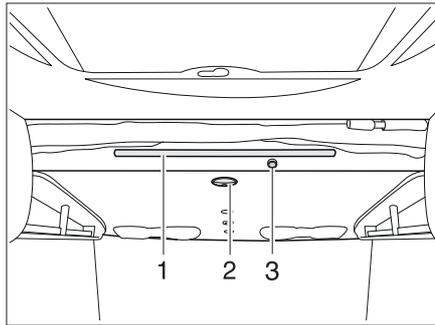
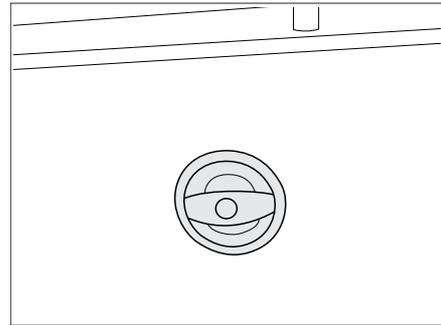

Bild 117 Hubbett manuell
Bild 118 Griff Hubbett
- Den schwarzen Griff (Bild 117,2 und Bild 118) an der Unterseite des Bettes drehen, um die Verriegelung zu lösen.
- Das Hubbett mit beiden Händen am Stangengriff (Bild 117,1) in einem Bogen nach unten ziehen, bis es hörbar einrastet.
- Den Knopf an der Vorderseite des Hubbettes (Bild 117,3) drücken, um den ausziehbaren Lattenrost zu entriegeln.
- Mit beiden Händen am Stangengriff (Bild 117,1) ziehen, um die Bettfläche zu vergrößern.